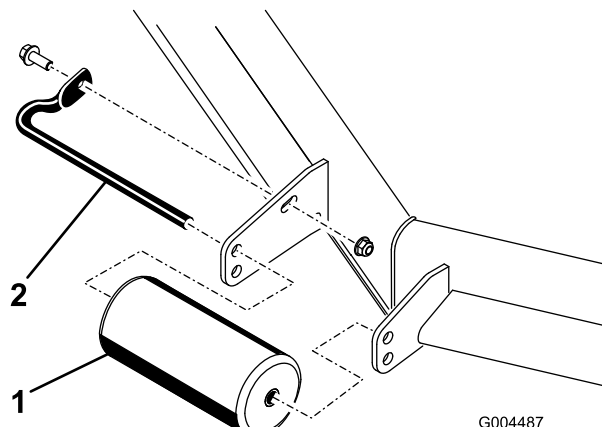

Figura 24
4. Retire los herrajes que fijan cada rodillo a la carcasa de corte y mueva los rodillos hacia arriba o hacia abajo según sea necesario; consulte Figura 24 a Figura 28 según corresponda a su cortacésped.